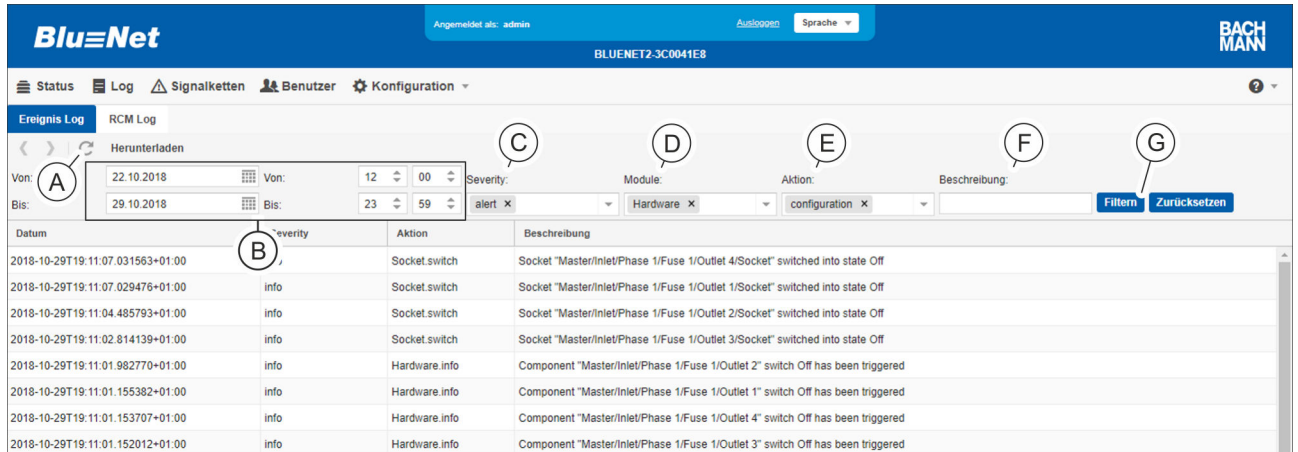

Abb. 122: Filter setzen
- Datum und Uhrzeit (Abb. 122/Ⓐ)
- Severity (Abb. 122/Ⓒ)
- Module (Abb. 122/Ⓓ)
- Aktion (Abb. 122/Ⓔ)
- Beschreibung (Abb. 122/Ⓕ) (Freitextfeld)
2. ➔ Auf die Schaltfläche „Filter“ (Abb. 122/Ⓖ) klicken.